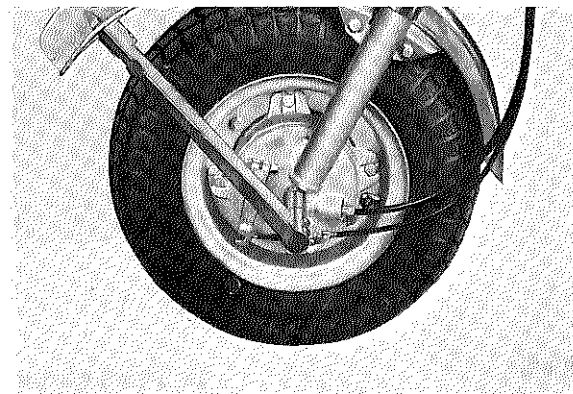

Fig. 2-4-3
a. Check axle nut. (Fig. 2-4-3)
a. Vérifier l'écrou d'axe (Fig. 2-4-3).
a. Vorderachsmutter prüfen. (Fig. 2-4-3)